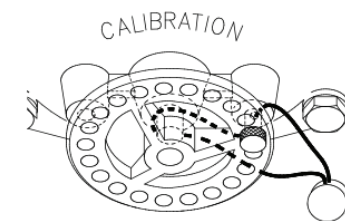

Figura 2
2. Corte e remova os fios de vedação existentes e remova o pino de vedação. Veja a Figura 2.